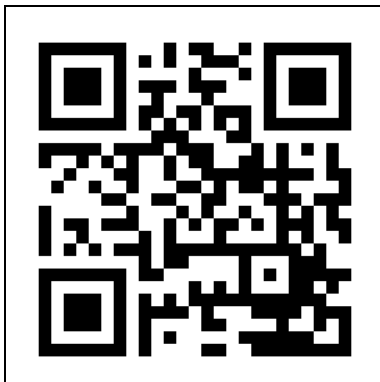

Figure 12
1. Ouvrez le manuel de l'application Eurom Smart avec le code QR (figure 12) ou allez sur www.eurom.nl/nl/manuals.